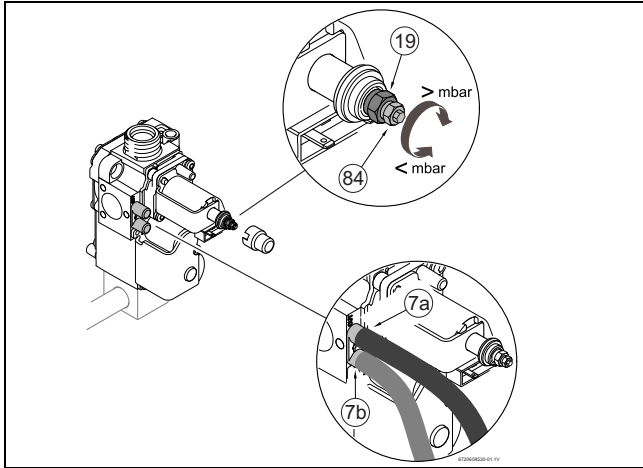

Fig. 26 Cuerpo de gas
- ▶ Desmontar la cubierta del tornillo de ajuste del gas (19) (Fig. 26).
- ▶ Tratándose de gas natural: ajustar el consumo MAX con el tornillo de ajuste (19) (Tab. 9).